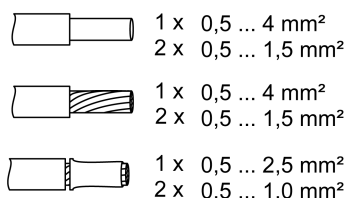

Bild 3: Klemmbare Leiterquerschnitte
- Anschluss laut Anschlussplan vornehmen. Dabei den klemmbaren Leiterquerschnitt beachten (Bild 3).